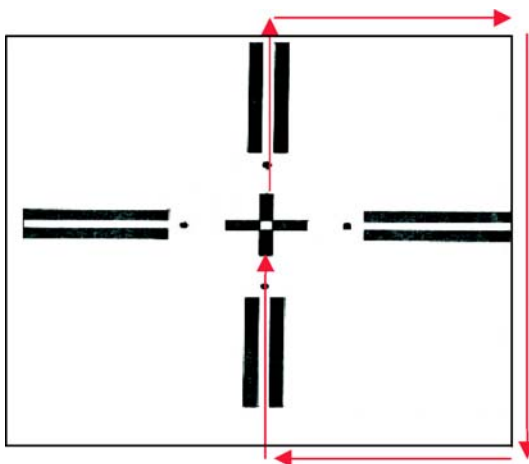

Fig 7-32. Método de pontaria para obtenção do PMI
**h.** Para visar o alvo, deve ser respeitado o método de pontaria do tiro para a obtenção do PMI, a fim de aumentar a precisão da visada (Fig 7-32).